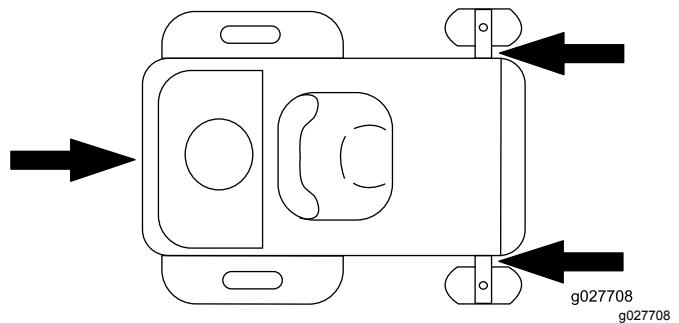

Bild 34
6. Vergurten Sie die Maschine in der Nähe der vorderen Laufräder und der hinteren Stoßstange mit Riemens, Ketten, Kabeln oder Seilen (Bild 34). Halten Sie die örtlichen Vorschriften für die Vergurtung ein.